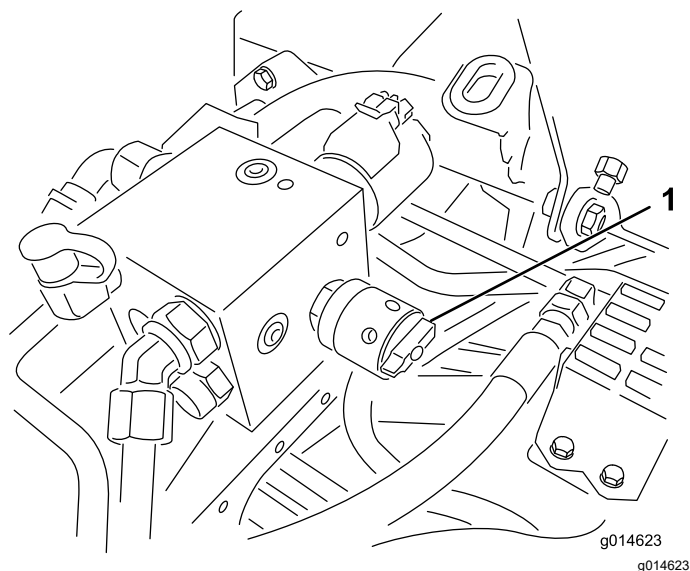

図 61
4. リールの速度を設定するには、リール速度コントロールのノブ 図 61を回して、ノブの矢印を、ステップ3で決めた数値に合わせる。